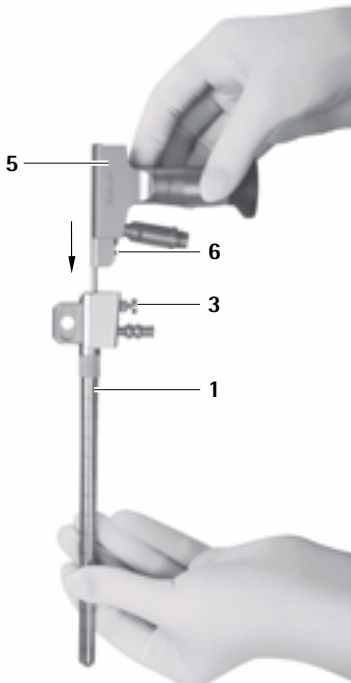

Fig. 2
- Bloquear o endoscópio **5** no trocarte MINOP inVent 1, ver Fig. 2.